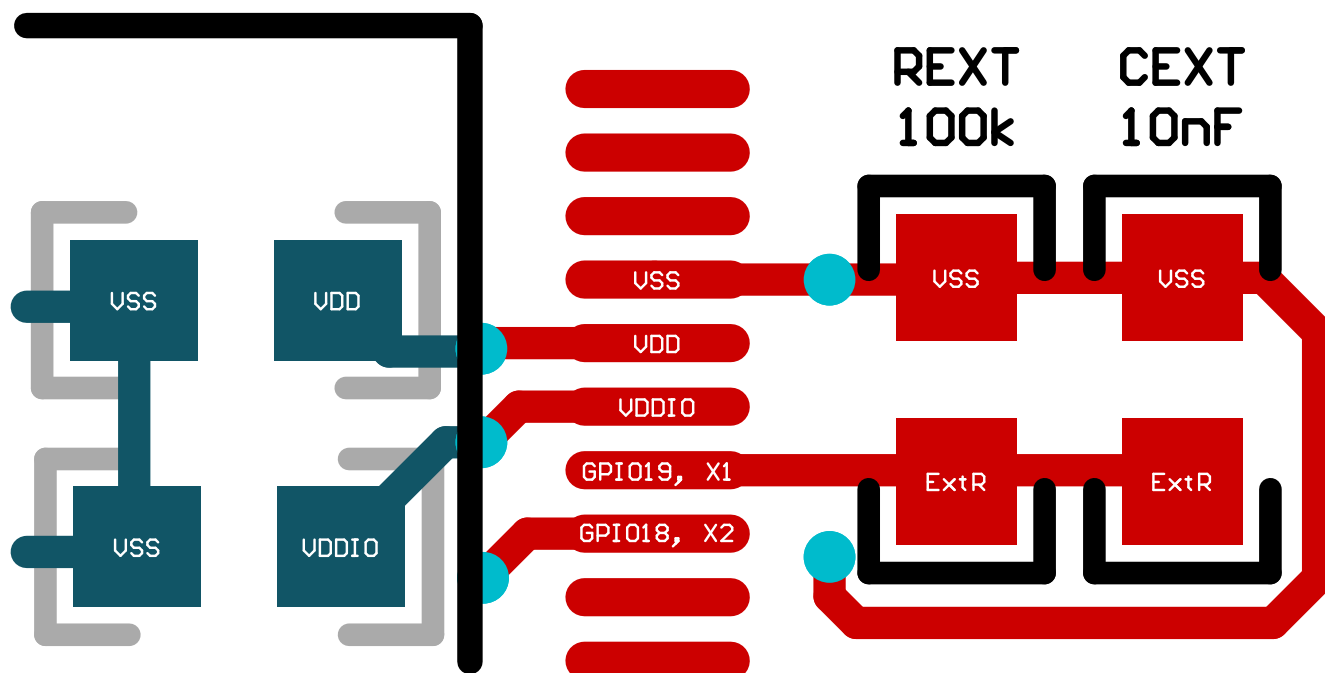

図 6-21. ExtR の PCB レイアウト例
- 図 6-21 に示すように、ExtR 配線の周囲に VSS によるガードトレースを配置することを推奨します